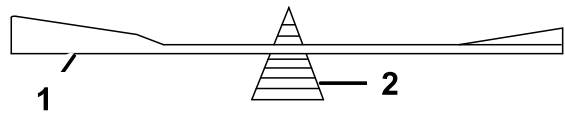

Figure 91
2. Vérifiez l'équilibre de la lame en la plaçant sur un équilibreur (Figure 91).